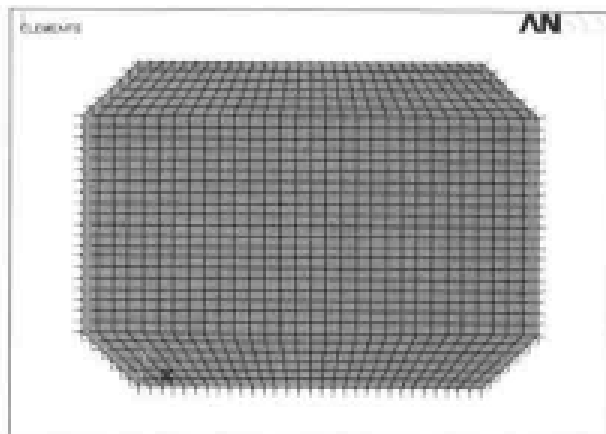

图 14-44 加载后的结果显示
(7) 选择 Utility Menu | Select | Entities 命令, 出现 Select Entities 对话框, 在第 1 个下拉列表框中选择 Nodes 选项, 在第 2 个下拉列表框中选择 Attached to 选项, 在第 3 个选项组中选中 Lines,all 单选按钮, 在第 4 个选项组中选中 From Full 单选按钮, 单击 OK 按钮关闭该对话框。
(8) 选择 Main Menu | Preprocessor | Loads | Define Loads | Apply | Thermal | Temperature | On Nodes 命令, 出现 Apply TEMP on Nodes 菜单。单击 pick all 按钮, 出现 Apply TEMP on Nodes 对话框。在 Lab2 DOFs to be constrained 列表框中选择 TEMP 选项, 在 VALUE Load TEMP value 文本框中输入 200, 单击 OK 按钮关闭该对话框, 施加载荷后的结果如图 14-44 所示。